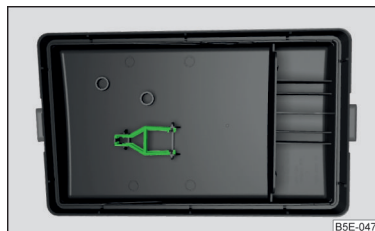

Fig. 242 Couvercle de la boîte à fusibles dans le compartiment moteur : Agrafe en plastique pour fusibles
- Saisissez l'agrafe en plastique qui se situe en dessous du cache de la boîte à fusibles dans le compartiment moteur » fig. 242 à la page 242.